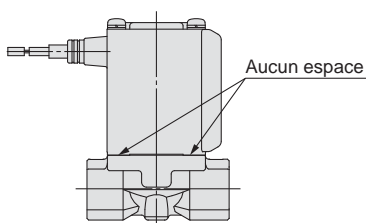
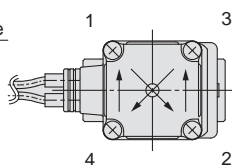

Fig.1
Fig.2
3) Maintenez la bobine contre le corps et serrez les vis d'au moins deux tours en diagonale (Fig. 2) de manière à ne pas laisser le moindre espace entre la bobine et le corps (Fig. 1.)
* Après avoir serré les vis, assurez-vous qu'il n'y a aucun espace entre la bobine et le corps (Fig. 1.)